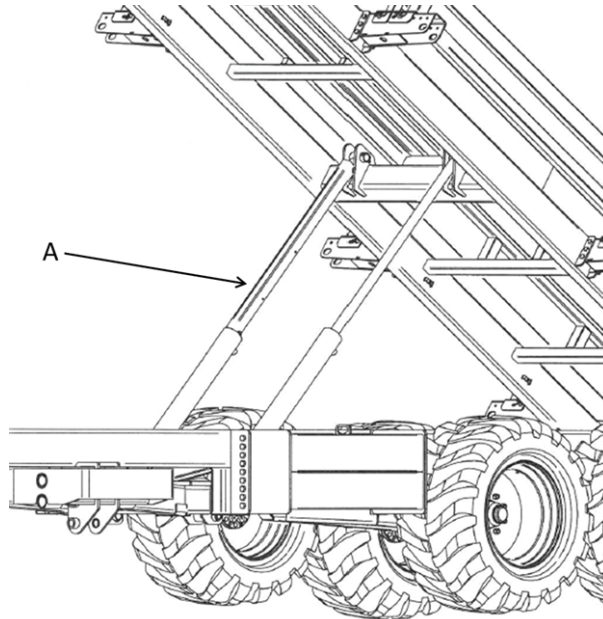

Figure 28 – Béquille de sécurité
2. Placez une béquille (A) sur la tige de chaque cylindre comme le montre la Figure 28 – Béquille de sécurité.